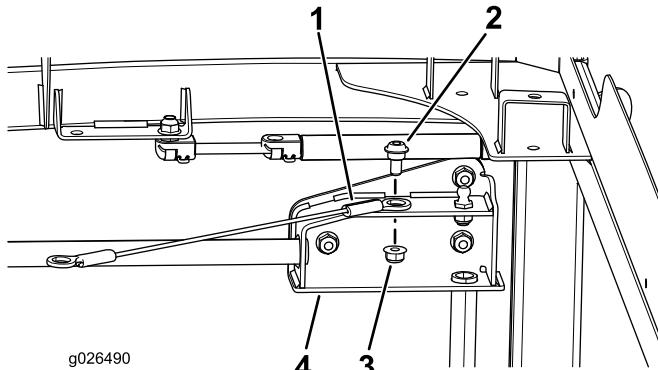

Figure 6
- Fixez le câble à la charnière du cadre de porte au moyen d'un boulon à épaulement (5/16 x 1/2 po) et un contre-écrou (5/16 po), comme montré à la Figure 6.